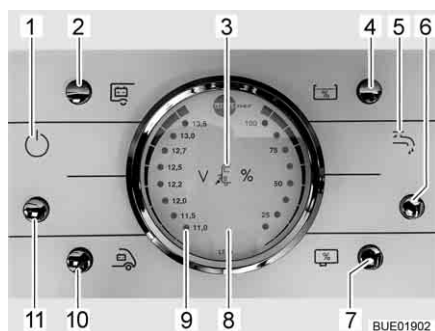

Fig. 169 Panel LT 96
El pulsador (Fig. 169,11) conecta y desconecta el panel y la alimentación de 12 V del habitáculo.
Conectar: ■ Pulsar el pulsador (Fig. 169,11): La alimentación de 12 V del habitáculo está conectada. La luz de control (Fig. 169,1) se enciende.
Desconectar: ■ Pulsar el pulsador (Fig. 169,11): La alimentación de 12 V del habitáculo está desconectada. La luz de control (Fig. 169,1) se apaga.
Observar la escala izquierda del instrumento indicador V/depósito (Fig. 169,8). El instrumento indicador se ilumina automáticamente al accionar el pulsador.
- Pulsar el pulsador (Fig. 169,10): Indica la tensión de la batería del motor de arranque.
- Pulsar el pulsador (Fig. 169,2): Indica la tensión de la batería del habitáculo.
Observar la escala derecha del instrumento indicador V/depósito (Fig. 169,8). El instrumento indicador se ilumina automáticamente al accionar el pulsador.
- Pulsar el pulsador (Fig. 169,4): Indica la cantidad de agua.
- Pulsar el pulsador (Fig. 169,7): Indica la cantidad de aguas residuales.
- Pulsar el pulsador (Fig. 169,6): El suministro de agua está conectado. La luz de control de bomba de agua (Fig. 169,5) está iluminada.
- Pulsar el pulsador (Fig. 169,6): El suministro de agua está desconectado. La luz de control de bomba de agua (Fig. 169,5) se apaga.
La luz roja de "ALARMA" (Fig. 169,9) parpadea en cuanto la tensión de la batería del habitáculo baja de 11 V (medición durante el servicio) y hay peligro de descarga completa.
La luz de control de 12 V (Fig. 169,1) estará iluminada si el pulsador principal de 12 V (Fig. 169,11) está conectado.
Se enciende la luz de control de 230 V (Fig. 169,3) cuando hay tensión de red en la entrada del bloque eléctrico.